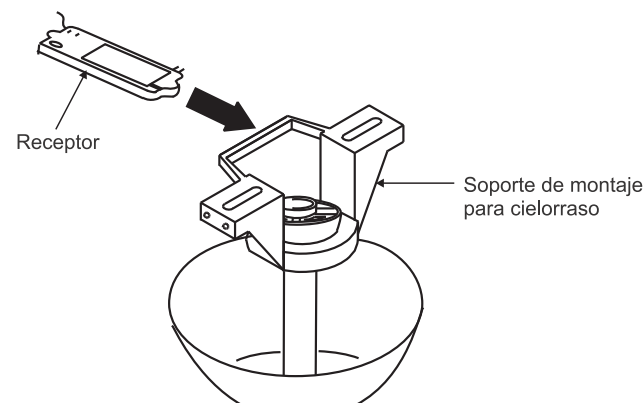

Fig. 13
Paso 1. Inserte el receptor en el soporte de montaje para cielorraso con el lado plano del receptor mirando al techo. (Fig. 13) Para un mejor desempeño, asegúrese de que la antena negra, al final del receptor, permanezca extendida y no se enrosque con ningún cable eléctrico.